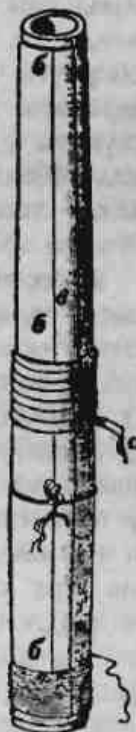

Рис. 125
5) Оклеивка круглых обвязов (цилиндрических). Предположим, что требуется оклеить круглый обвяз цветочной тумбы (рис. 125). Очевидно, что ее нельзя зажать ни в сулагах, ни в валиках, и остается единственный выход: обвязать всю тумбу крепкой пеньковой тесьмой. Сделать это руками настолько трудно, что предпочитают пользоваться особым станочком, при котором затяжка тесьмы получается крепкой и надежной в смысле равномерности распределения зажима.